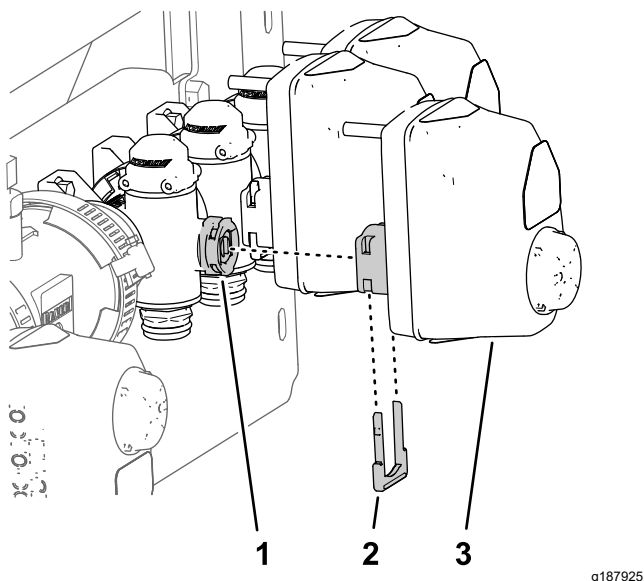

Рисунок 51
- Совместите соединитель привода клапана секции стрелы, снятого при выполнении пункта 2 раздела Демонтаж привода клапана \(страница 28\), с отверстием штока в коллекторном клапане (Рисунок 51).
- Закрепите привод клапана секции на коллекторном клапане при помощи держателя (Рисунок 51), снятого при выполнении пункта 1 раздела Демонтаж привода клапана \(страница 28\).